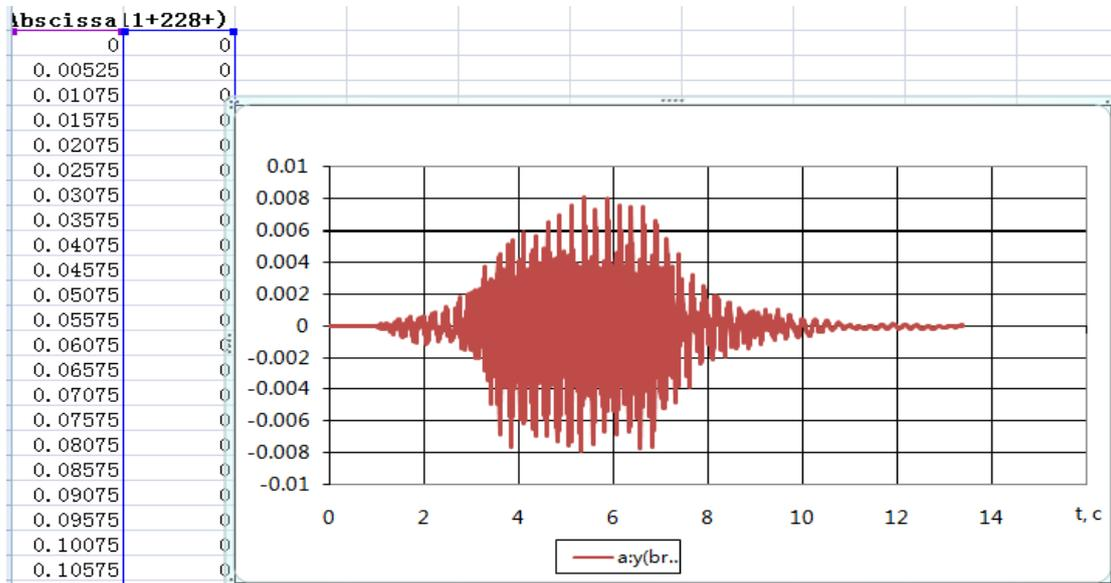

图 013-3 带图输出到 Excel 表格
2、此时，MS Excel 将自动运行，并写入我们所选变量的结果数据，且根据缺省模板绘制曲线图，如图 013-3；